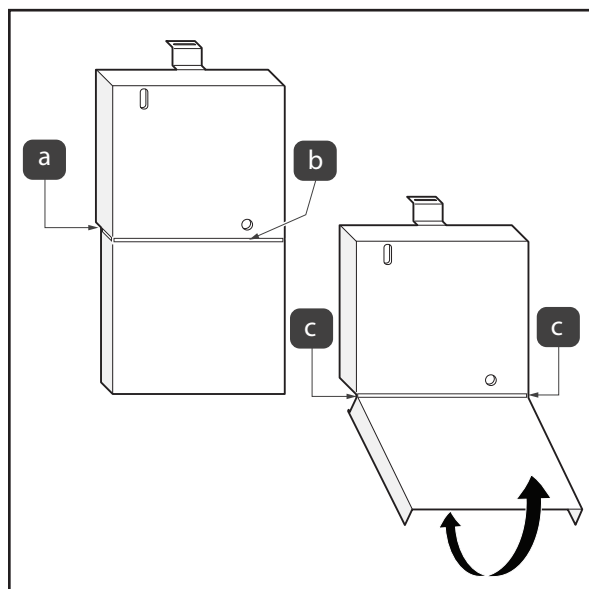

Figura 8. Vuelva a instalar el frente muerto
7. Si la mitad inferior del panel muerto debe quitarse, use pinzas diagonales para cortar las dos lengüetas posteriores; consulte la Figura 8 (a).
8. Corte la etiqueta del panel muerto a través de la abertura del panel muerto; consulte la Figura 8 (b).
9. Mueva la parte inferior del panel muerto hacia adelante y hacia atrás hasta que las lengüetas se rompan; consulte la Figura 8 (c).